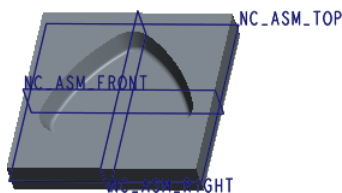

图 19.2.1 放置后的参照模型
Step3. 在“元件放置”操控板中选择 **默认** 命令，然后单击  按钮，完成参考模型的放置，放置后如图 19.2.1 所示。